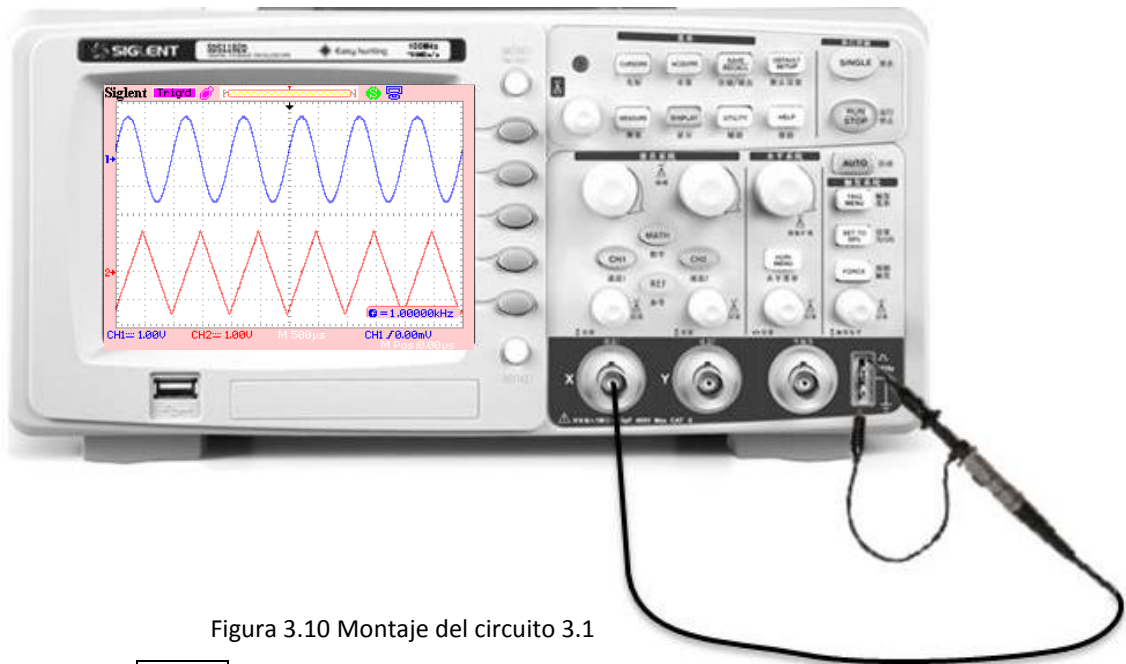

Figura 3.10 Montaje del circuito 3.1
- Enchufe el conector BNC de la sonda en el canal 1 del osciloscopio y conecte la punta de la sonda y su masa a los terminales marcados con los símbolos símbolo \square y tierra, tal y como se aprecia en la figura 3.10. Compruebe que el selector naranja de la sonda está en posición x1 (sin atenuación).